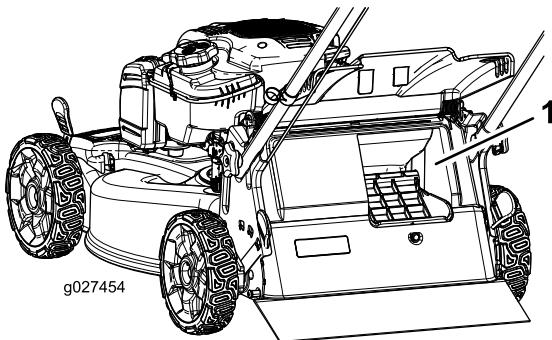

Figura 19
**Importante:** Para asegurar un funcionamiento correcto, apague el motor, espere a que se detengan todas las piezas en movimiento, y luego retire los recortes de hierba y otros residuos de la tapa de ensacado bajo demanda y del hueco adyacente (Figura 19) antes de mover la palanca de ensacado bajo demanda de una posición a la otra.